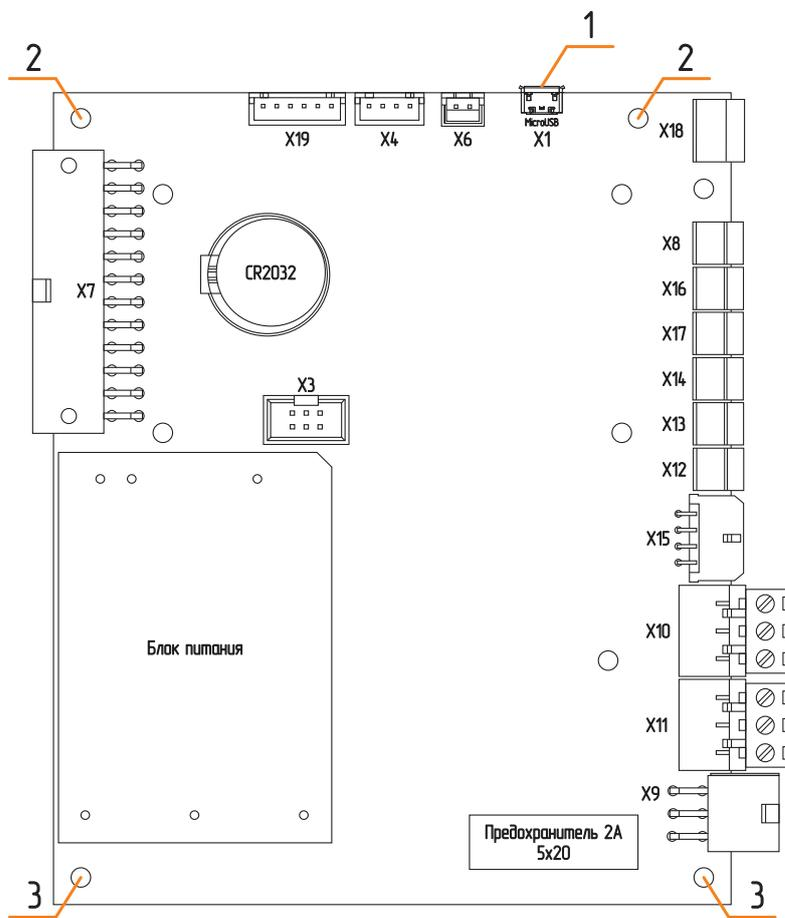

Рис.13 Плата контроллера
4. открутите винты (рис.13 поз.2) крепления платы контроллера со стороны microUSB разъема;
5. немного ослабьте винты (рис.13 поз.3) со стороны предохранителя;